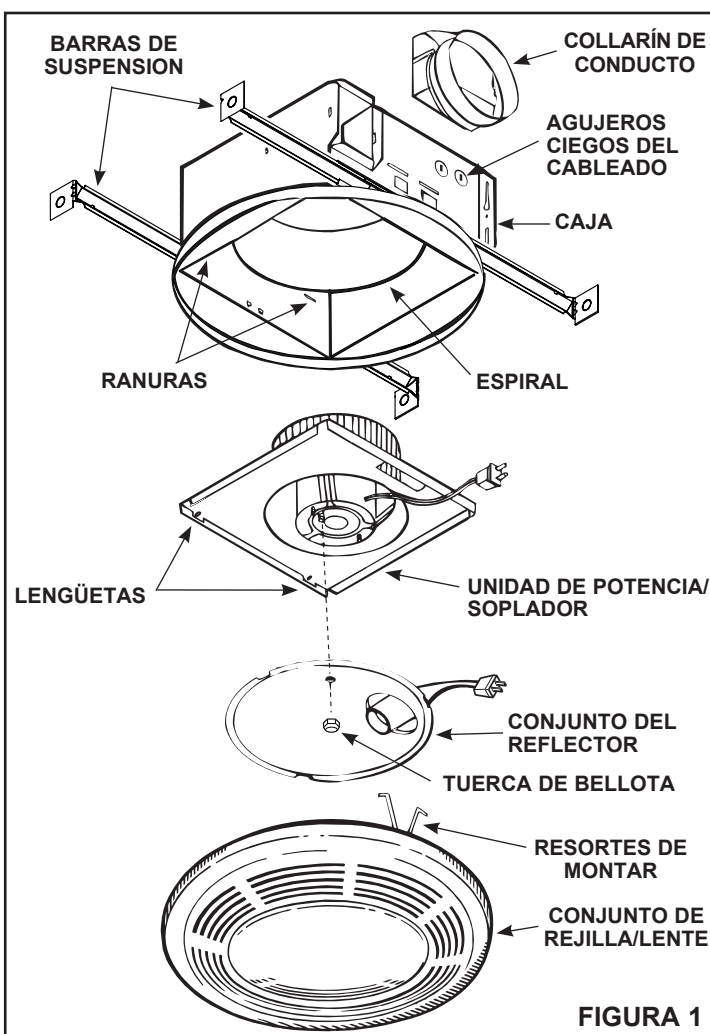

FIGURA 1
1. **Refiérase a la Figura 1.** Saque el conjunto de la unidad de potencia/soplador de la caja.
1. **Refiérase a la Figura 1.** Coloque la unidad de potencia/soplador en la caja para que las lengüetas de la placa de montaje se inserten en las ranuras de la caja.
4. **Refiérase a la Figura 1.** Saque la unidad de potencia/soplador de la caja.